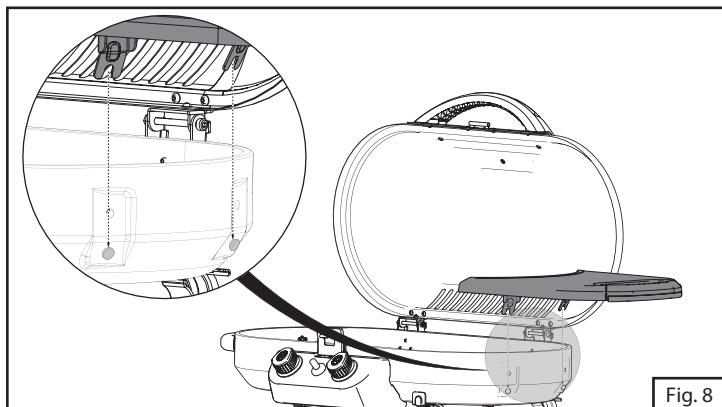

Fig. 8
5. Aligner la table latérale et la glisser sur les tiges de support pré-montées se trouvant du côté droit du gril. (Fig. 8)